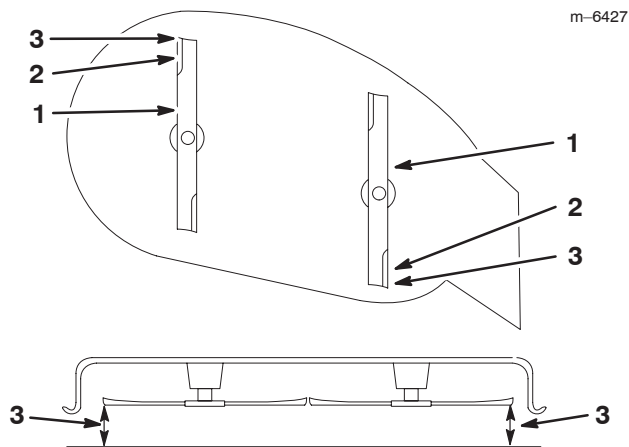

Figure 42
8. Réglez la hauteur de coupe à la position **D** [76 mm (3 pouces)] et tournez les lames avec précaution dans le sens longitudinal (Fig. 42).
9. Mesurez la distance entre la pointe de la lame avant et la pointe de la lame arrière par rapport à la surface plane (Fig. 42). Si la pointe avant de la lame n'est pas de 1,6 à 7,9 mm (1/16–5/16 pouce) plus basse que la pointe arrière, réglez les contre-écrous avant.